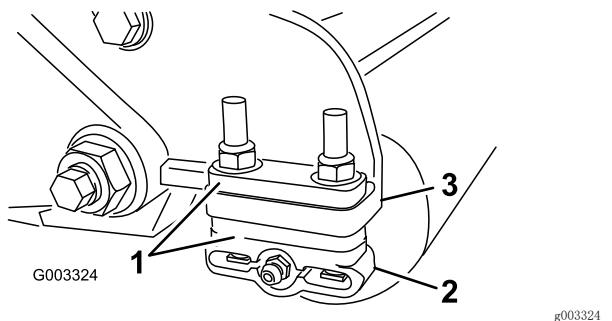

图11
1. 根据 剪草高度表（页码 9），将所需数量的隔片放在侧板安装法兰（图11）下，将后滚筒支架（图11）调节到所需的剪草高度范围。